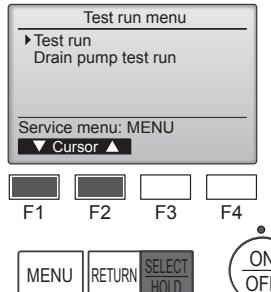

Fig. 8-2
- Seleccione "Test run" (Modo prueba) desde el menú Modo prueba, y pulse el botón [SELECT/HOLD]. (Fig. 8-2)